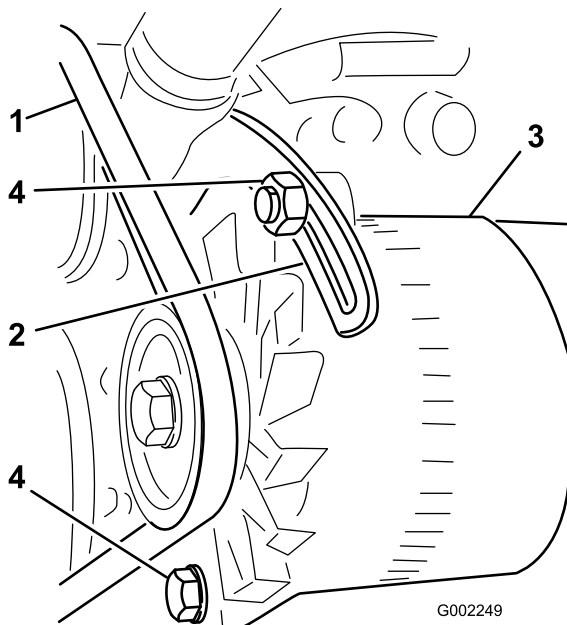

Figura 57
3. Allentate i bulloni che tengono fissata la ghiera al motore e il bullone che tiene fissato l'alternatore alla ghiera (Figura 57).